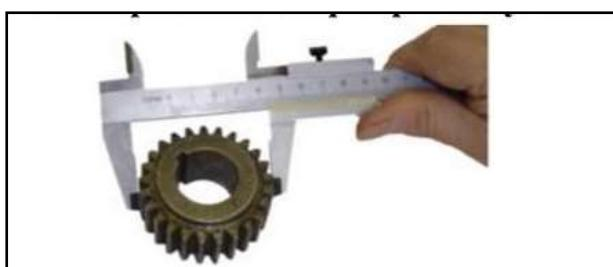

Рис.47 Определение диаметра вершин зубьев колеса
1. Штангенциркулем измерить диаметр вершин зубьев колеса - d_a (рис. 47);